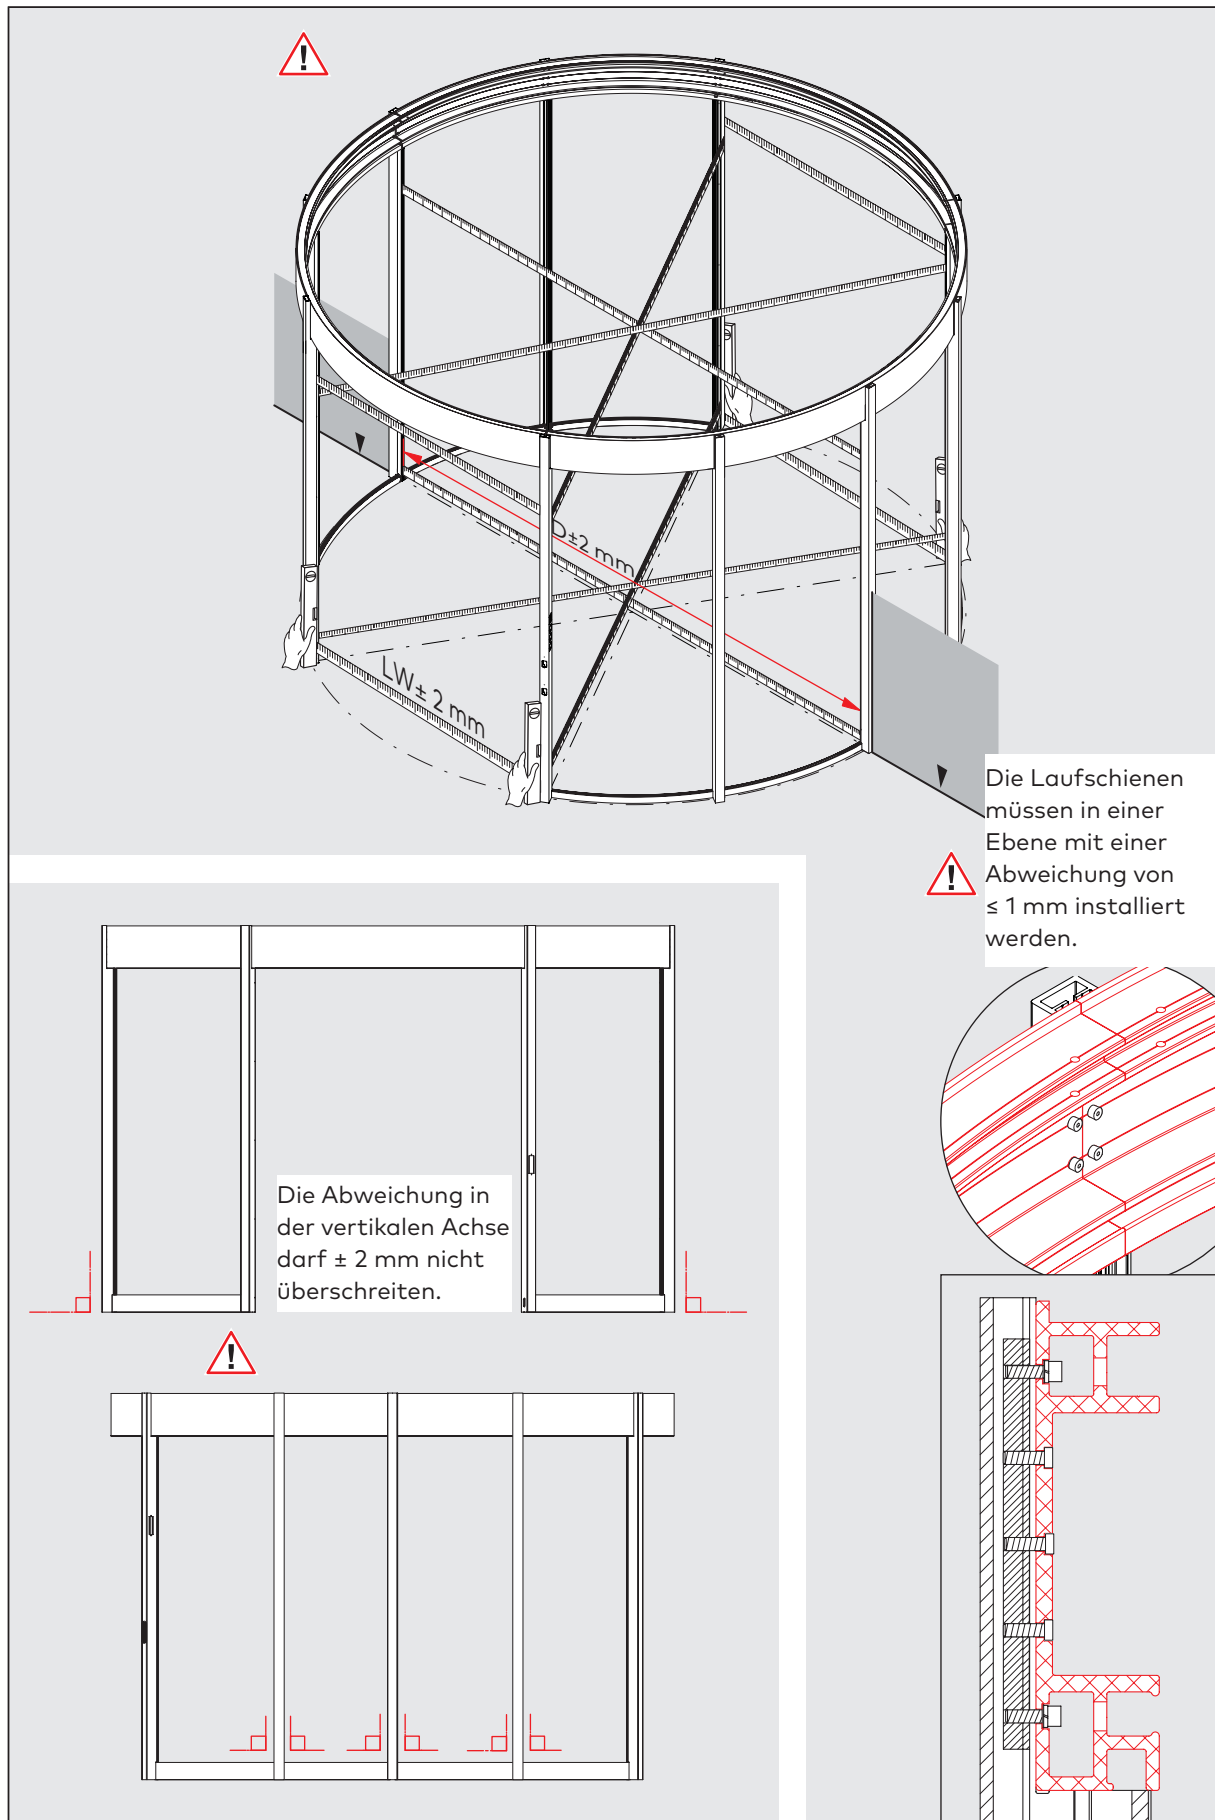

Abb. 35 Den Rahmen überprüfen
8. Die Abmessungen der Karusselltür (Abb. 35) überprüfen.